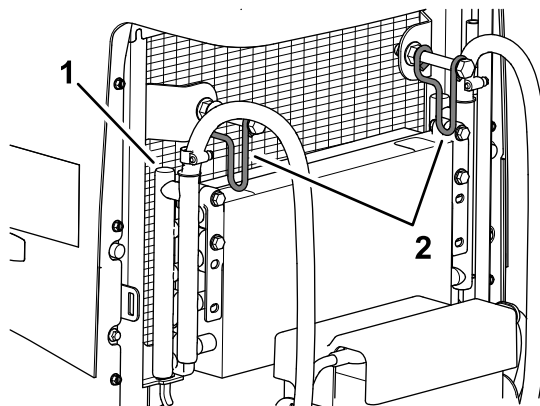

Figura 113
7. Gire hacia dentro los 2 enganches del enfriador de aceite e incline el enfriador de aceite (Figura 113).